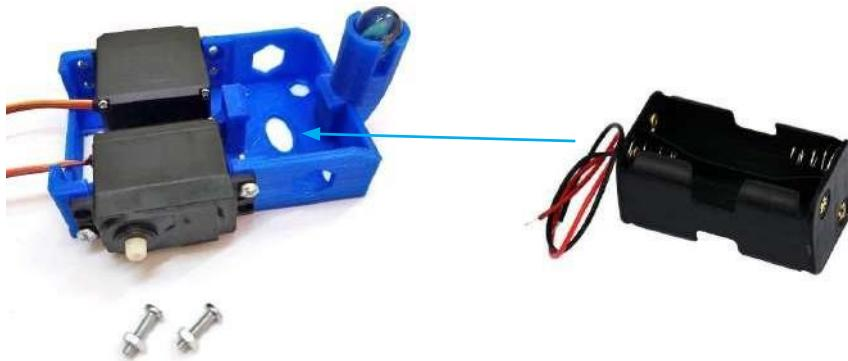

Figura 5. Paso 2: Montaje de placa Arduino UNO al cuerpo principal del chasis (vista superior), junto al portapilas.
Paso 2: Coloque los servomotores en los espacios respectivos. Procure que el rotor del servomotor (donde se colocan las ruedas) quede desplazado hacia el frente del robot. Fíjelos usando al menos dos pernos, e inserte la esfera de apoyo (esfera de cristal en la figura 5) en el lugar que corresponde. En la figura 5 se muestra la posición adecuada para los servomotores y los pernos de fijación.